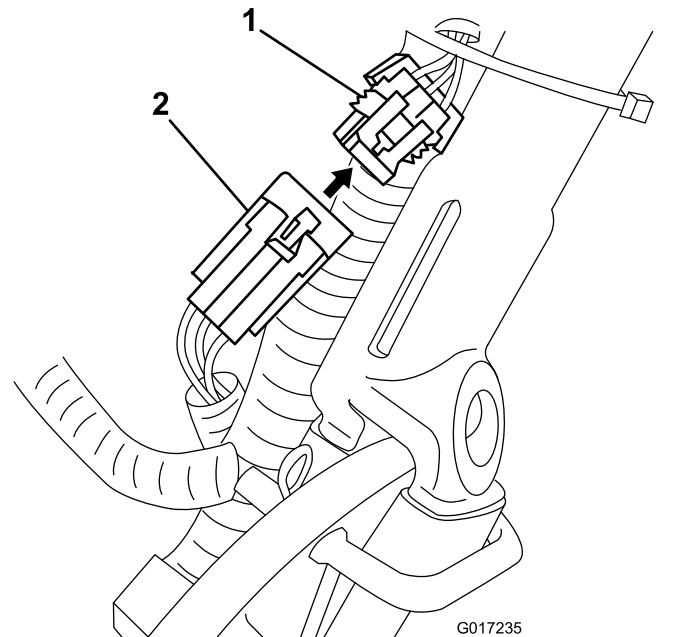

Figura 14
3. Desconecte el conector pequeño, situado en el arnés que va de la batería al arnés de cables de la máquina, del arnés de cables principal (Figura 14).
14. Pase el arnés de cables batería-máquina por debajo y por detrás del arnés principal en el lado izquierdo de la máquina, y conecte el conector pequeño de 6 pines del arnés al conector correspondiente del arnés de cables principal, según se indica en la Figura 14.